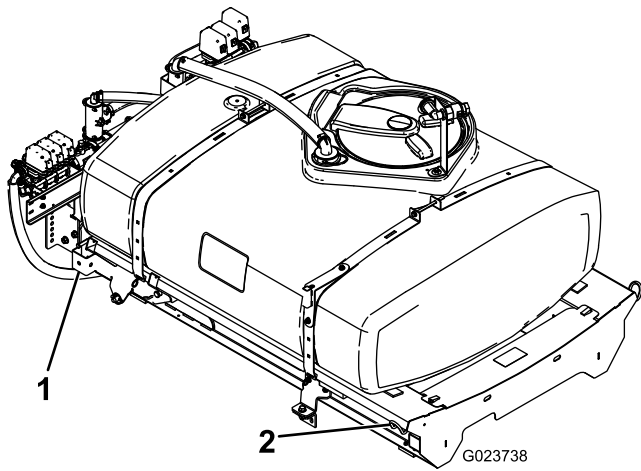

Figura 10
1. Usando una grúa, eleve el conjunto del patín del depósito (Figura 10) y colóquelo sobre el bastidor del vehículo con los conjuntos de bomba y válvula hacia atrás.